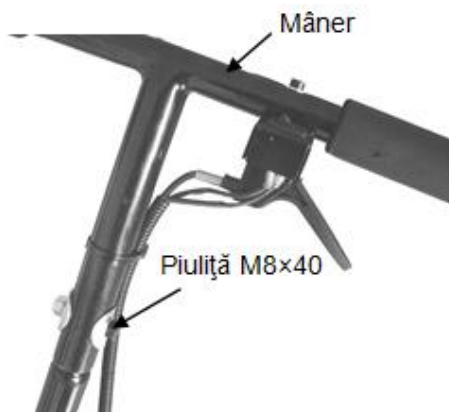

Figura 4
3. Poziționați mânerul și fixați-l. Consultați Figura 4 de mai jos.